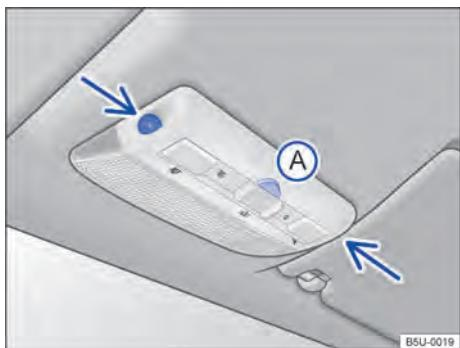

Fig. 50 No console do teto: sensores de monitoramento do interior do veículo e tecla **(A)** para desligar o monitoramento do interior do veículo.
O monitoramento do interior do veículo dispara o alarme com o veículo travado, se reconhecer movimentos no interior do veículo. O sensor e o receptor estão localizados no conjunto da lanterna de leitura → **Fig. 50** (setas).
- Pressionar a tecla → **Fig. 50 (A)**. No painel de instrumentos, a luz de controle se acende.